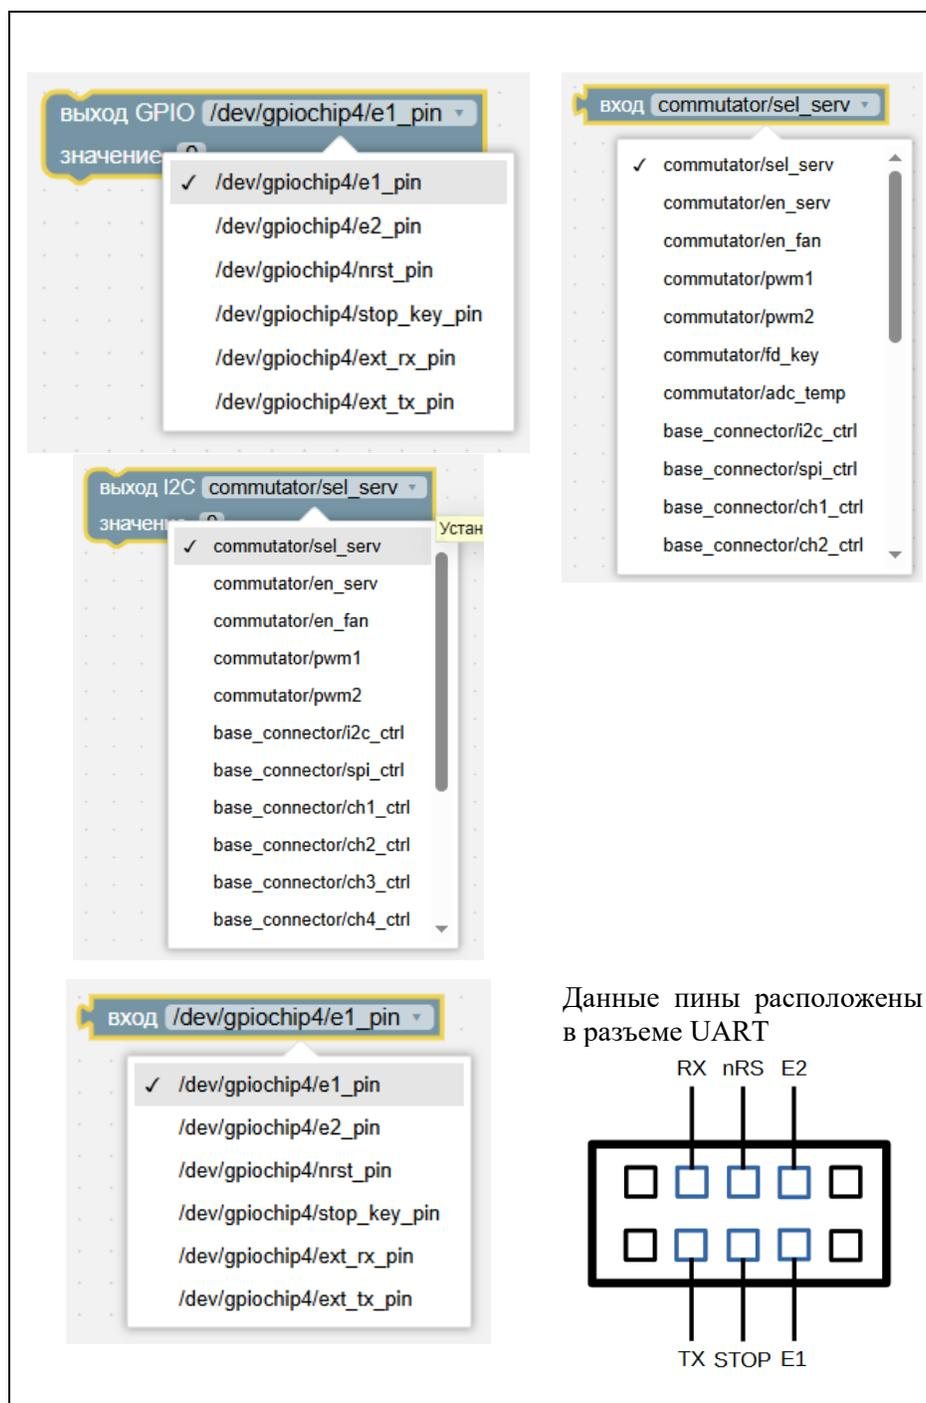

Рисунок 62 – Блоки «Периферия»
12. Периферия – работа с входами с датчиков, выходами на датчики и внешними устройствами (см. Рисунок 62).